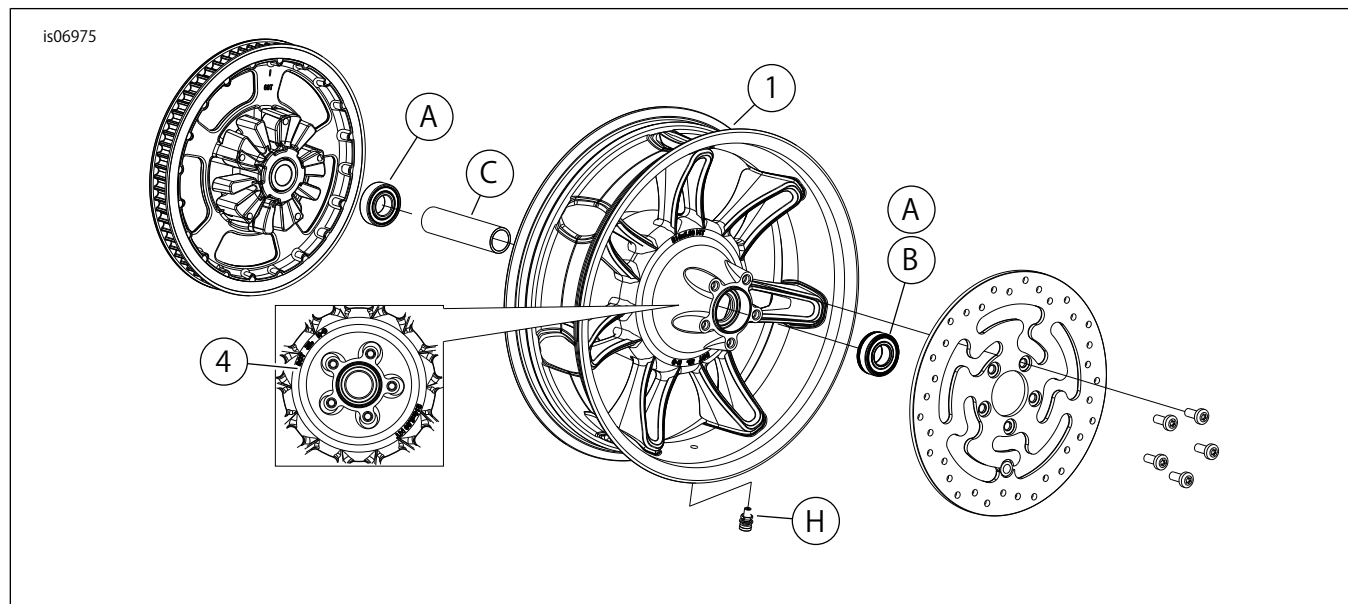

図1。交換用パーツ：リアチズルホイール(16インチを表記)
「図1」および「交換用パーツ表」を参照してください。
2. 「図1」を参照してください。バルブシステムアッセンブリー(H)をホイールに取り付けます。サービスマニュアルを参照してください。